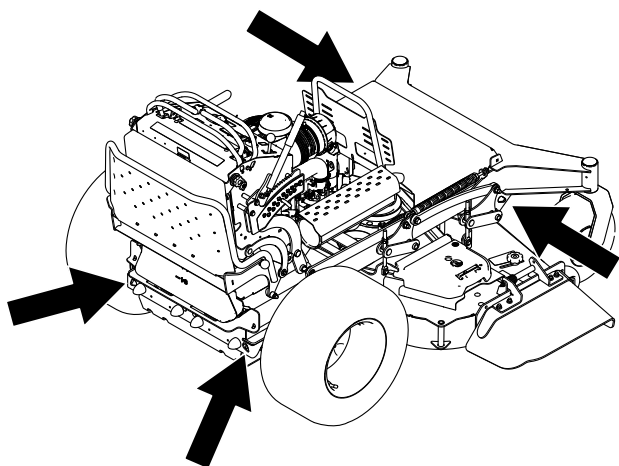

Figure 30
7. Arrimez la machine près des roues pivotantes avant ou dans les trous du cadre avant, et dans les trous du pare-chocs arrière à l'aide de sangles, chaînes, câbles ou cordes (Figure 30). Reportez-vous à la réglementation locale concernant les exigences en matière d'arrimage.